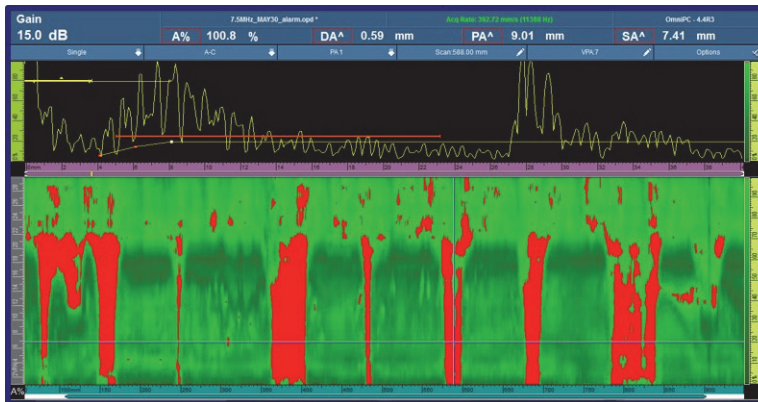

図 3-2 OmniScan のディスプレイ例
- OmniScan 探傷器に表示される C-スキャンを調べます。接着性がない部分は赤色で表されます (26 ページの図 3-2 を参照)。